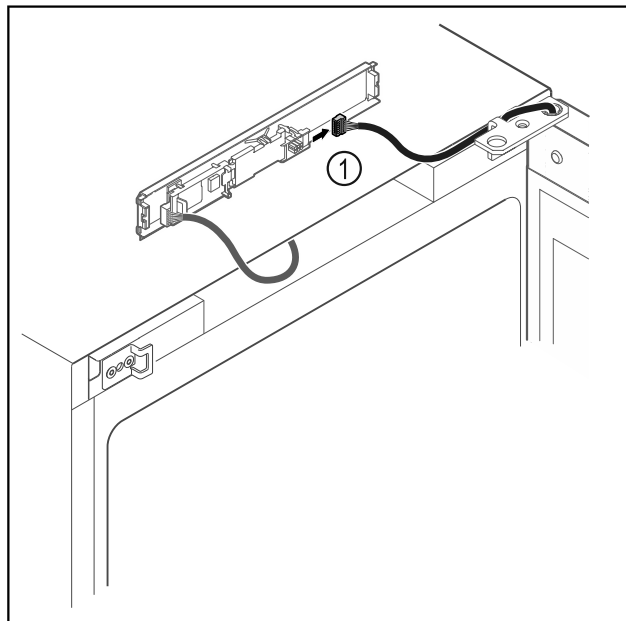

Fig. 18
- ▶ Trekk ut pluggen Fig. 18 (1) fra kretskortet.